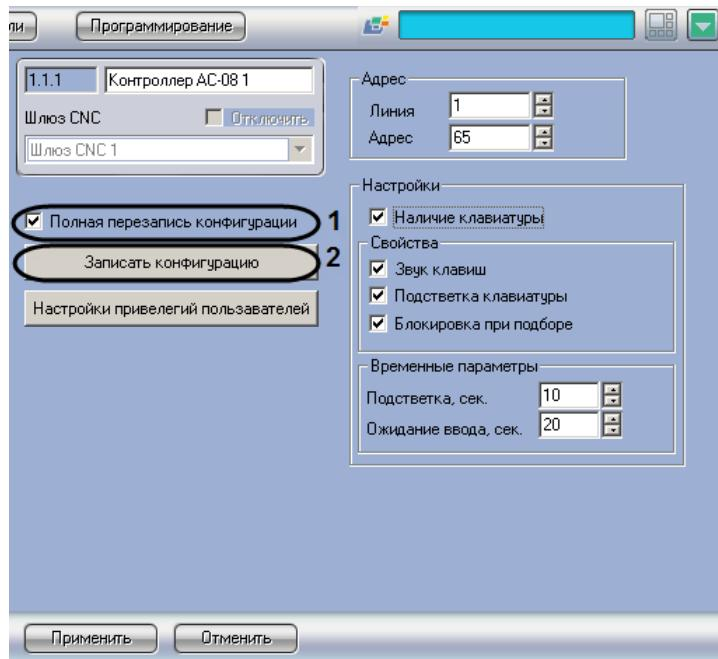

Рис. 3.5—12 Запись конфигурации в охранный контроллер АС-08
1. Перейти на панель настроек объекта **Контроллер AC-08** (Рис. 3.5—12)
2. Если при записи конфигурации требуется выполнять полную перезапись конфигурации контроллера, необходимо установить флажок **Полная перезапись конфигурации** (см. Рис. 3.5—12, 1).
3. Для записи конфигурации в контроллер необходимо нажать кнопку **Записать конфигурацию** (см. Рис. 3.5—12, 2).